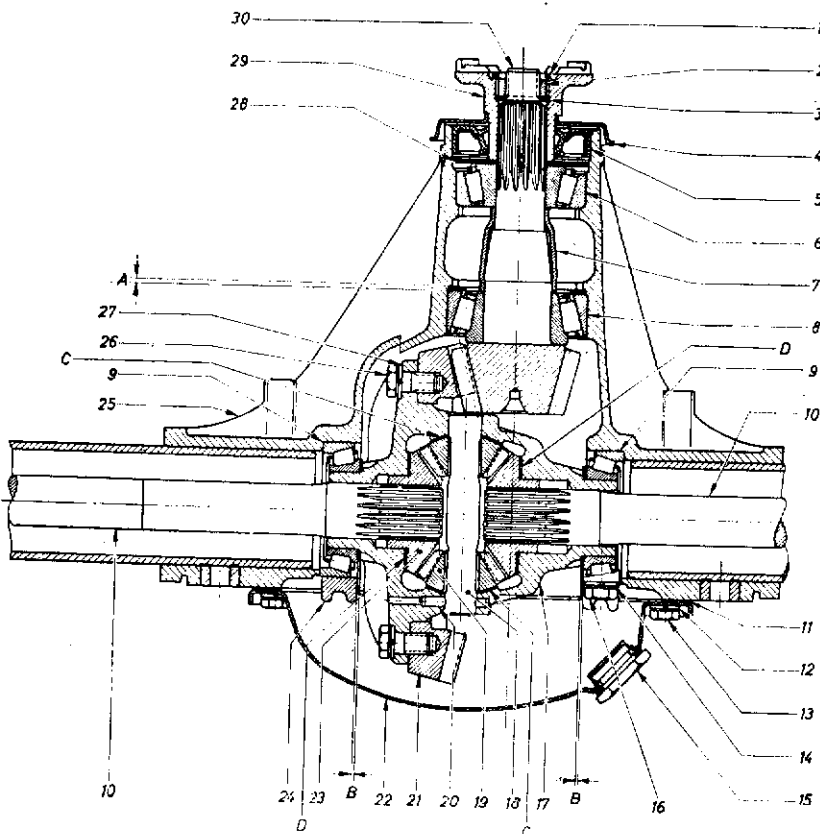

Fig. 49. — Vue en coupe du différentiel
- Chasser la clavette 20 (fig. 49) et déposer les éléments constitutifs du différentiel.
pé sur le pignon d'attaque. Le résultat donne l'épaisseur de la cale A (fig. 49).
Le remontage du carter de différentiel s'effectue à l'inverse du démontage. Pour choisir les cales d'épaisseur des planétaires, procéder de la façon suivante (voir fig. 49) :
(Voir fig. 49)